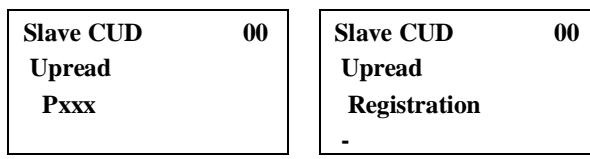

Рис.20. Отображение процесса «считывание»
■ **Считывание** – данная операция позволяет записать параметры подключенного ведомого во внутреннюю **Flash**-память панели OP1S. Считывание запускается активацией пункта меню «*Считывание*» нажатием кнопки <P>, во время считывания на дисплее отображается считываемый параметр (рис.20,а). Дополнительно в правом верхнем углу дисплея отображается номер ведомого.
Если процесс считывания удачно завершен, то у пользователя запрашивается ввод цифрового **кода** (максимум 12 цифр) для сохраняемого набора параметров (рис.20,б). Ввод кода выполняется при помощи цифровой клавиатуры панели OP1S. Кнопкой ▼ введенная цифра может быть **сброшена**. После ввода кода сохраняемых параметров и нажатия